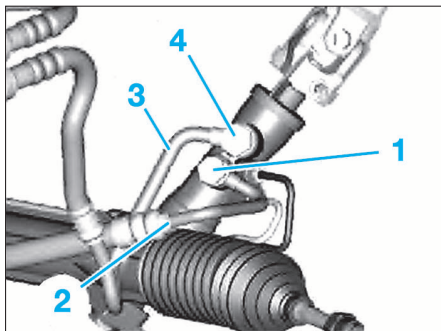

FIG. 13
- Desserrer les vis creuses (1) et (4) (Fig.13).